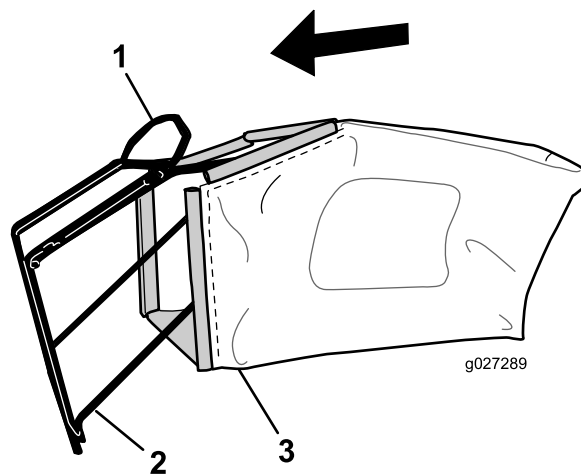

Рисунок 9
1. Установите травосборник на раму, как показано на Рисунок 9.
**Примечание:** Не надевайте травосборник на рукоятку (Рисунок 9).